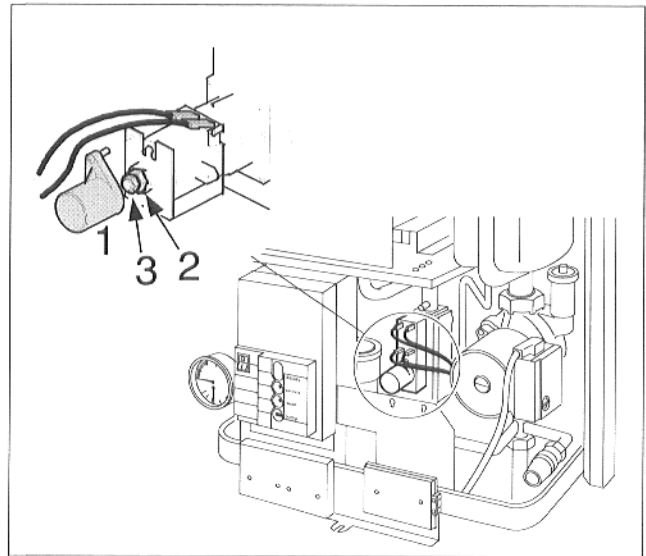

Abb. 39 Brennerdruck einstellen
- Bei Abweichungen Schutzkappe von Modulationspule abschrauben (Abb. 39, Pos. 1) und mit Schraube, SW9 (Abb. 39, Pos. 2), Druck einstellen.
- Bei Abweichungen Schutzkappe von Modulationspule abschrauben (Abb. 39, Pos. 1) und mit der Schraube, SW7 (Abb. 39, Pos. 3), Druck einstellen.